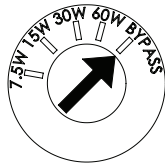

Abbildung 30
4. Einen Schlitzschraubendreher verwenden, um die Transformatoranzapfung, wie in Abbildung 30 dargestellt, auf die gewünschte Leistungsstufe einzustellen.